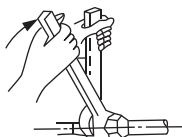

Fig. 5-4
- Serrez-le à l'aide d'une clé à molette et d'une clé dynamométrique (voir fig. 5-4).
- Lors du raccordement des conduites de réfrigérant, utilisez toujours deux clés à molette/clés anglaises pour serrer ou desserrer les écrous (voir fig. 5-4), faute de quoi vous risquez d'endommager les raccords et de provoquer des fuites.